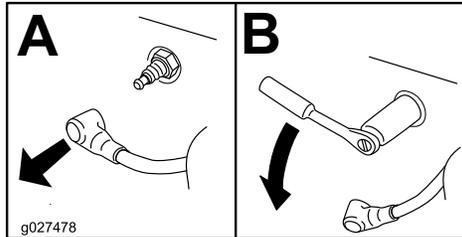

Figura 35
3. Individuate e rimuovete le candele (Figura 35).